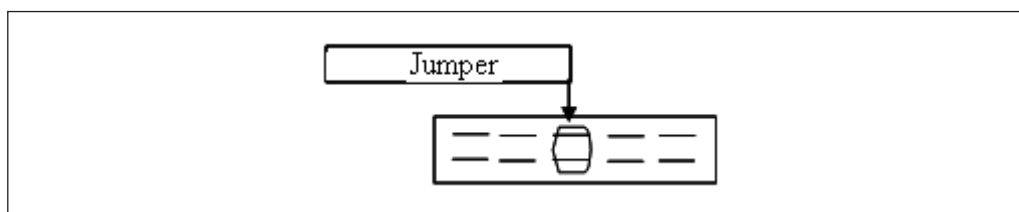

Abb. 6.4. Aktivierung des Testmodus Um in diesem Modus zu arbeiten, kann das Rechenwerk nicht geschlossen werden.
Im Testmodus ist es möglich, präzise Ergebnisse innerhalb einer kurzen Messzeit zu erzielen. Zur Aktivierung des Verifikationsmodus (Testmodus) müssen Sie das Gerät öffnen und die Jumper an den Kontakten des Steckers (J) wie in Abbildung 6.4 gezeigt einrichten.